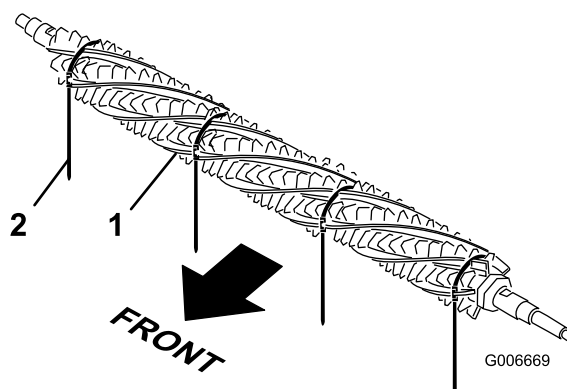

図 21
1. グルーマリール的一方の側から、ブラシを差し入れ、グルーマリールの各溝にブラシが入るようにセットする 図 21。